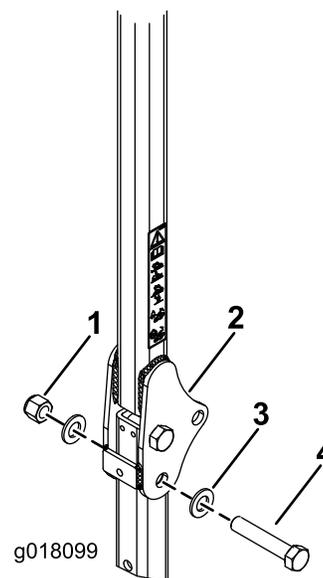

Figura 21
2. Inserite una rondella (13/16" x 1 1/2") su ciascun bullone (3/4" x 4"), come illustrato nella Figura 21.
3. Nei fori da cui sono state estratte le spine, installate bulloni e rondelle (Figura 21).
4. Montate un'altra rondella su ciascun bullone e fissate con i dadi (3/4"), come illustrato nella Figura 21. Serrate i dadi a 323–396 N·m.
5. Serrate il bullone orientabile del ROPS (Figura 21) a 91–113 N·m per evitare il rimbalzo del roll bar e del parasole.